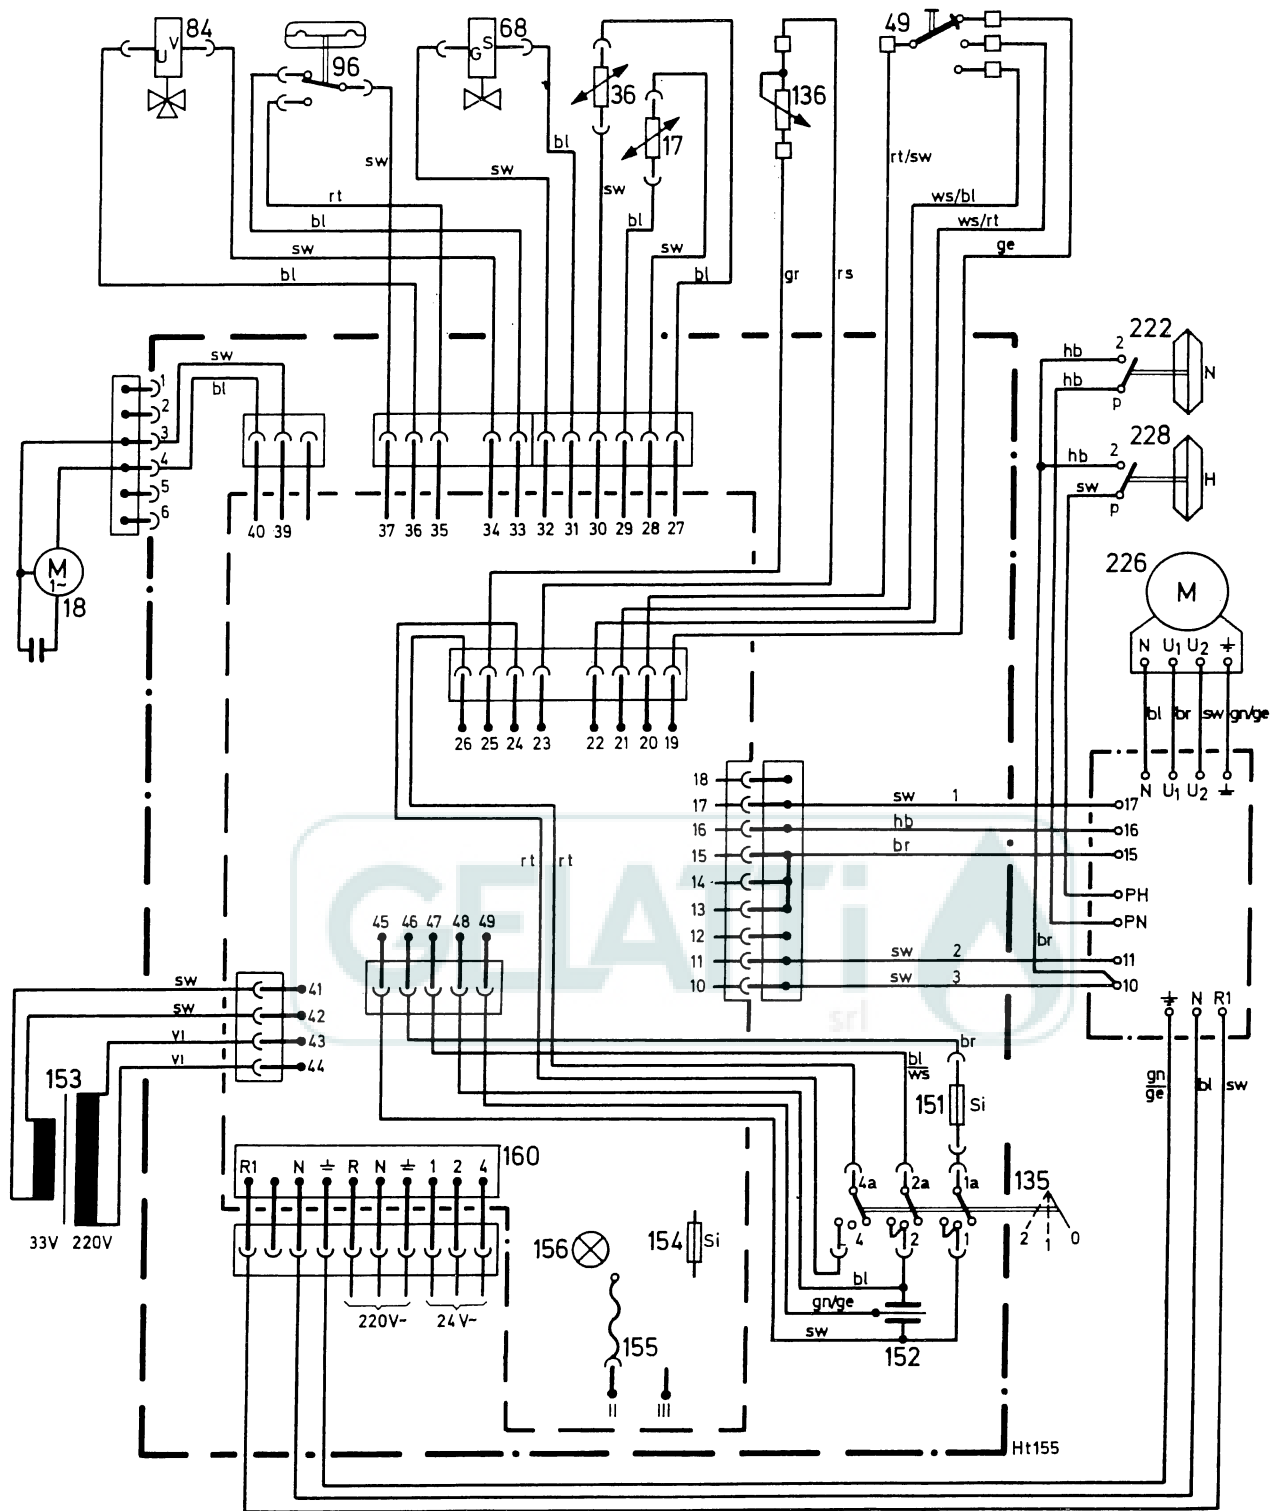

Fig. 26 Kesseltherme – Combi ZWR
6.4 Piastrina elettrica con circuito stampato (Fig. 26 e 27)